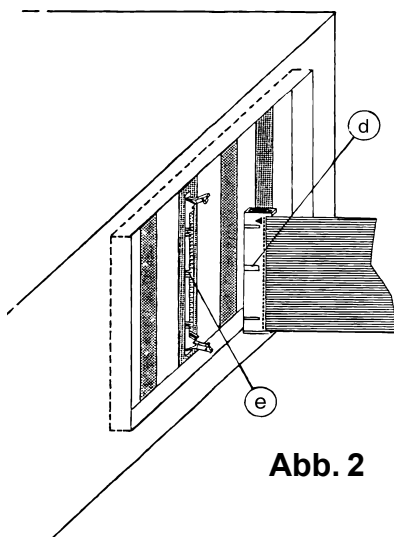

Abb. 2
6. Schließen Sie das Gehäuse Ihres Rechners und befestigen Sie es mit den Sicherungsschrauben. Kabel, die Sie während des Einbaus gelöst haben, sollten Sie nun wieder einstecken. Stecken Sie die/das Anschlußkabel Abb. 2 (d) der Karte in die vorgesehene Buchse/n (e) und beachten Sie die VDE-Handhabungsvorschriften. Schalten Sie immer zuerst den Rechner ein, um anschließend, beispielsweise eine Spannung zu messen. Nie umgekehrt !!!